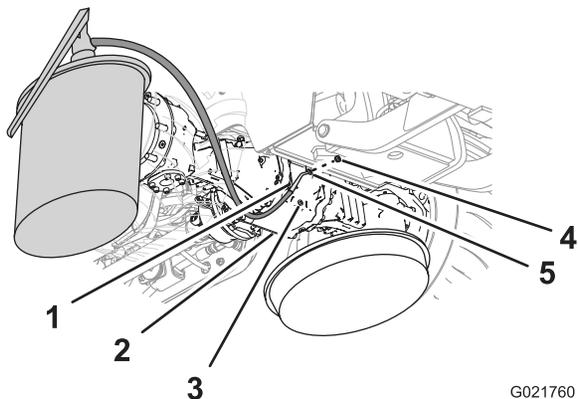
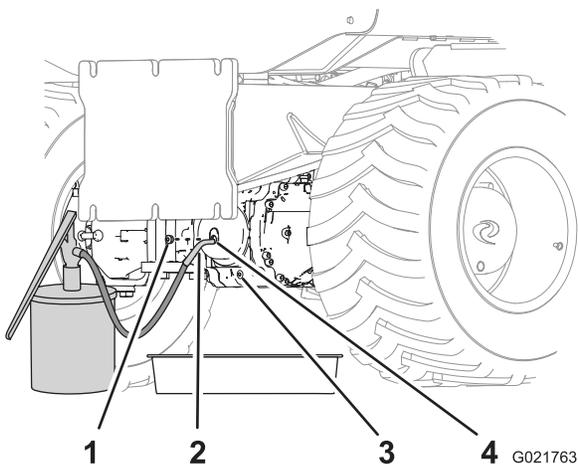

Figura 70
Figura 71
5. Instale um dos bujões no orifício de drenagem (Figura 70 e Figura 71).
6. Adicione o óleo especificado na caixa do pinhão e no eixo pelo orifício de nível até o nível se alinhar com a borda inferior do orifício (Figura 70 e Figura 71).
8. Instale o segundo bujão no orifício de nível na caixa do pinhão (Figura 70 e Figura 71).